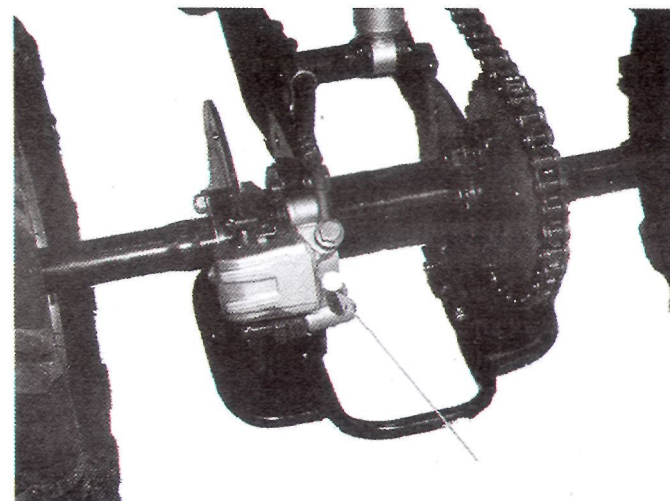

Рисунок 7
1. Нажмите на рычаг тормоза и ослабьте винт выхода воздуха (рисунок 7), для того чтобы воздух вышел из тормозной системы. После этого необходимо сразу же туго закрутить винт выхода воздуха (не отпуская рычага тормоза).